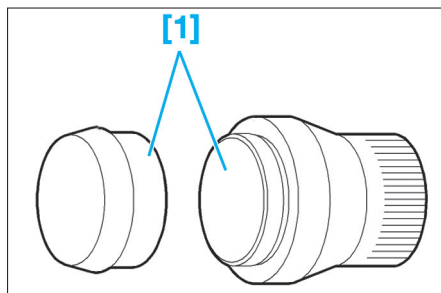

FIG. 37
- [1]. Outil de repose du joint d'arbre à cames (Fig.37).